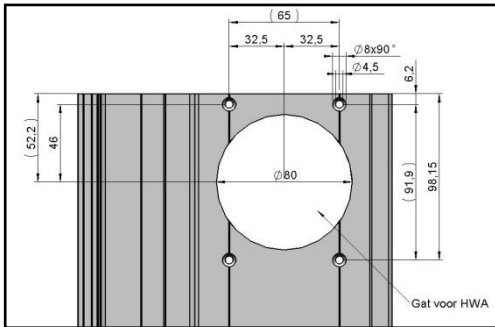

Abbildung 1, Bohren der Löcher in die Rinne
2. Bohren Sie für die Befestigung der Boden-stützen $\varnothing$ 4,5 mm große Löcher in die Abflussrinne (Abb.1).
3. Bohren Sie in die Abflussrinne in Höhe des Bodenstützenanschlusses ein weiteres Loch mit $\varnothing$ 80 mm für die Durchführung des Blattfängers (Abb. 1).